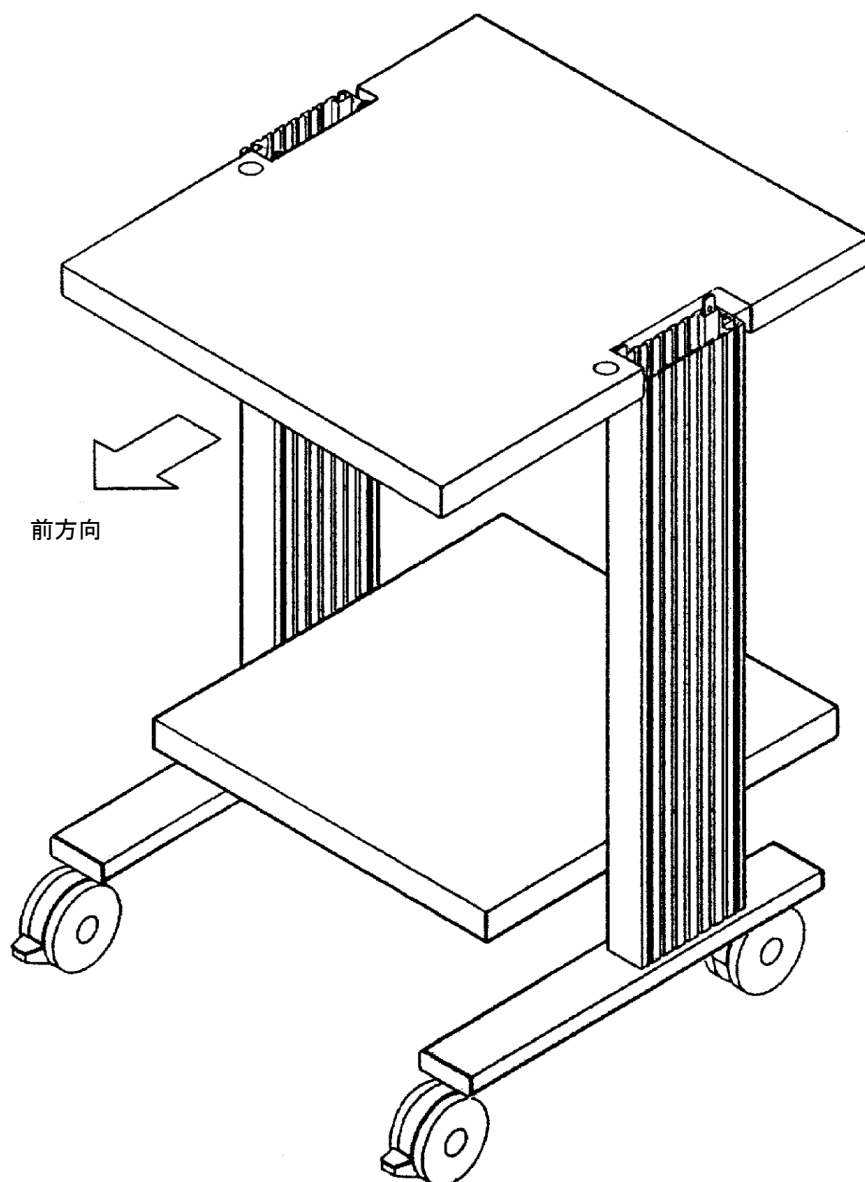

図 9: キーボード用棚板の調整
2. 図 9 に示すように、脚部アセンブリ間で、キーボード用棚板を水平に位置決めします。棚板の奥行きが長い方が台車の前方向になります。